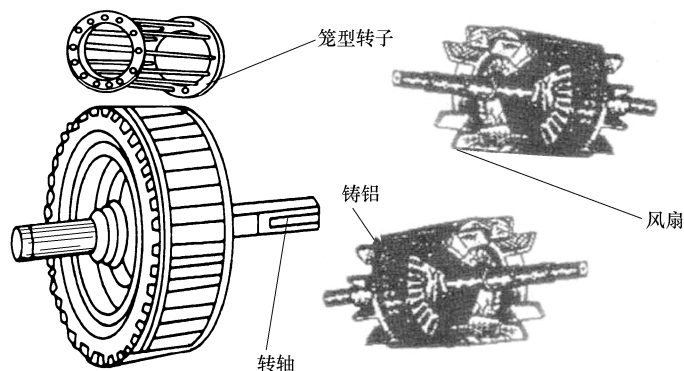

图 1-36 笼型转子
① 笼型转子。笼型转子主要由转子硅钢片、转子绕组、转子铁心、转轴等组成。笼型转子的槽内放置有绝缘的裸铜条，铜条的两端用短路环焊起来形成一个笼型。小型笼型电动机一般都采用在转子槽中浇铸铝铸成笼型，同时在端环上装有风扇叶片，作为冷却风扇。笼型转子的结构如图 1-36 所示。